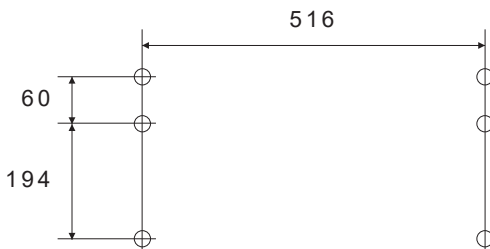

Imagen 5
1. Taladre 6 orificios de  $\varnothing 5$  mm en el contrachapado del mueble y monte la campana extractora en la parte inferior del mueble con 6 tornillos M4\*35 y arandelas planas. Véanse Fig. 5 y 6.